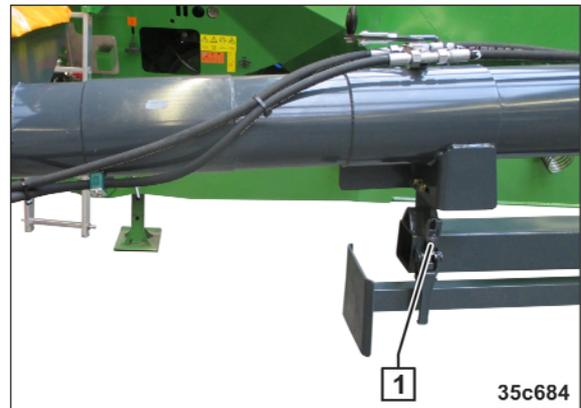

Fig. 245
3. Desserrer le verrouillage (Fig. 245/1).
16. Pivoter la vis de remplissage au-dessus du bâti et verrouiller (voir Fig. 245/1).